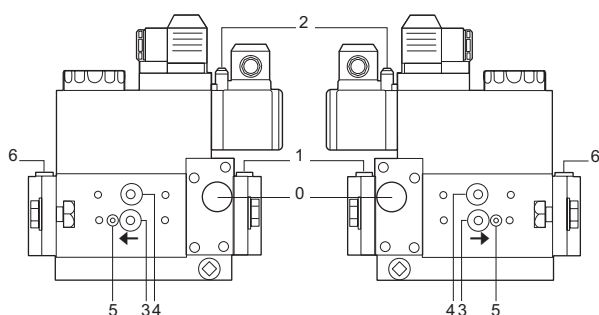
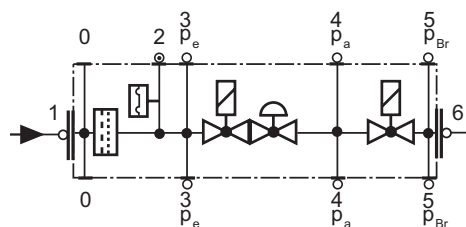

Fig. 16
Fig. 17
- Schimbați filtrul dacă diferența de presiune dintre prizele 1 și 3 (Fig. 16-Fig. 17) este $\Delta p > 10$ mbar.
- Schimbați filtrul dacă diferența de presiune dintre prizele 1 și 3 (Fig. 16-Fig. 17) este de două ori mai mare comparată cu cea de la ultima verificare .